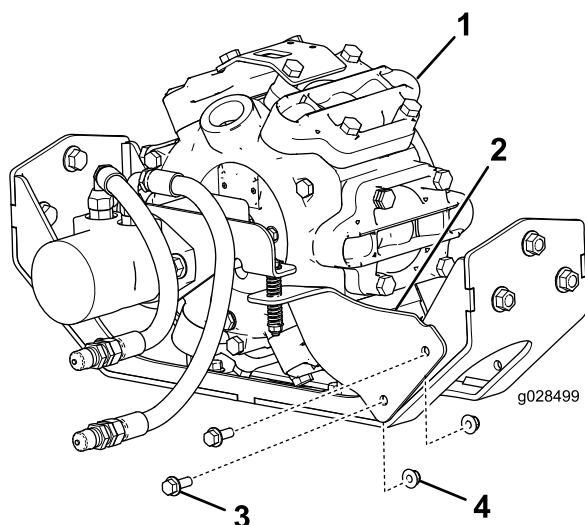

Figura 6
1. Montate la staffa antirotazione sulla staffa anteriore sinistra sulla pompa dell'irroratrice servendovi di 2 bulloni a testa flangiata (3/8 x 1 poll.) e 2 dadi flangiati (3/8 poll.), come illustrato nella Figura 6.